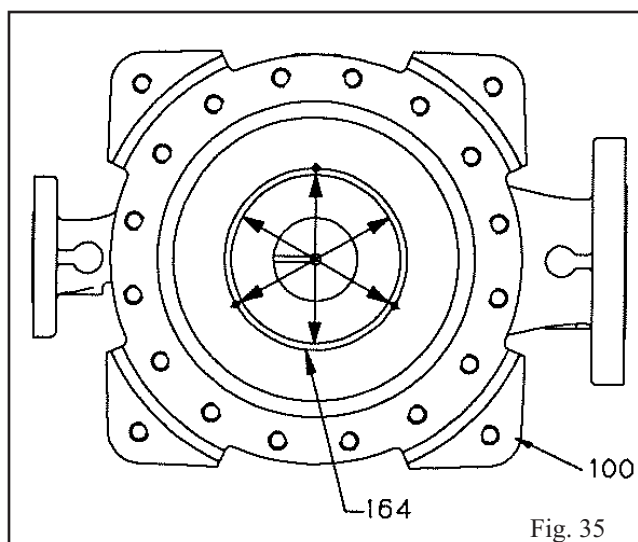

Fig. 35
7. Verifique a saída/distorção ao anel de desgaste da carcaça (164), medindo o furo em cada localização do parafuso de ajuste com micrômetros internos ou calibradores de nônio (Fig. 35). Todas as distorções maiores que 0,08 mm (0,003 pol.) devem ser corrigidas maquinando antecipadamente, para igualar os novos anéis de desgaste do impulsor (202 e 203).
8. Meça o furo do anel de desgaste da carcaça (164) para estabelecer o diâmetro requerido do anel de desgaste do impulsor (202), para fornecer as folgas de funcionamento recomendadas conforme indicado na Tabela 6 e nota subsequente.
9. Repita as etapas 7 e 8 para o anel de desgaste da câmara de selagem (230).
10. Ajuste o tamanho dos anéis de desgaste do impulsor (202 e 203) depois da montagem no impulsor (101).